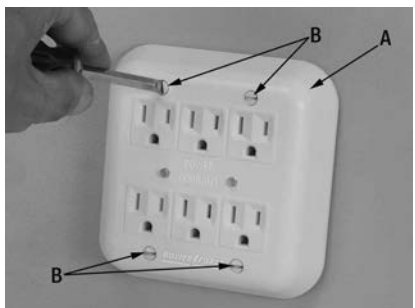

FIGURE 7
11. À l'aide d'un tournevis à tête plate, fixez le panneau d'alimentation (A) Fig.7 au mur à l'aide des 4 vis de fixation avec tête blanche (B).